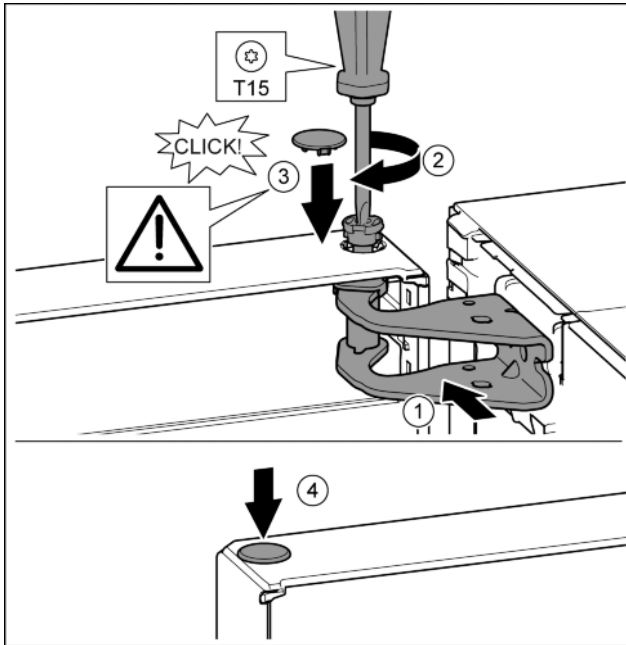

Fig. 23
- ▶ Вирівняйте дверцята зверху по отвору в опорному кронштейні. *Fig. 23 (1)*
- ▶ Вставте палець та закрутіть за допомогою викрутки T15. *Fig. 23 (2)*
- ▶ Встановіть захисну кришку для захисту дверцят: вставте захисну кришку і проконтролюйте, щоб вона прилягала до дверцят. Якщо це не так, повністю вставте палець. *Fig. 23 (3)*
- ▶ Вставте пробку. *Fig. 23 (4)*